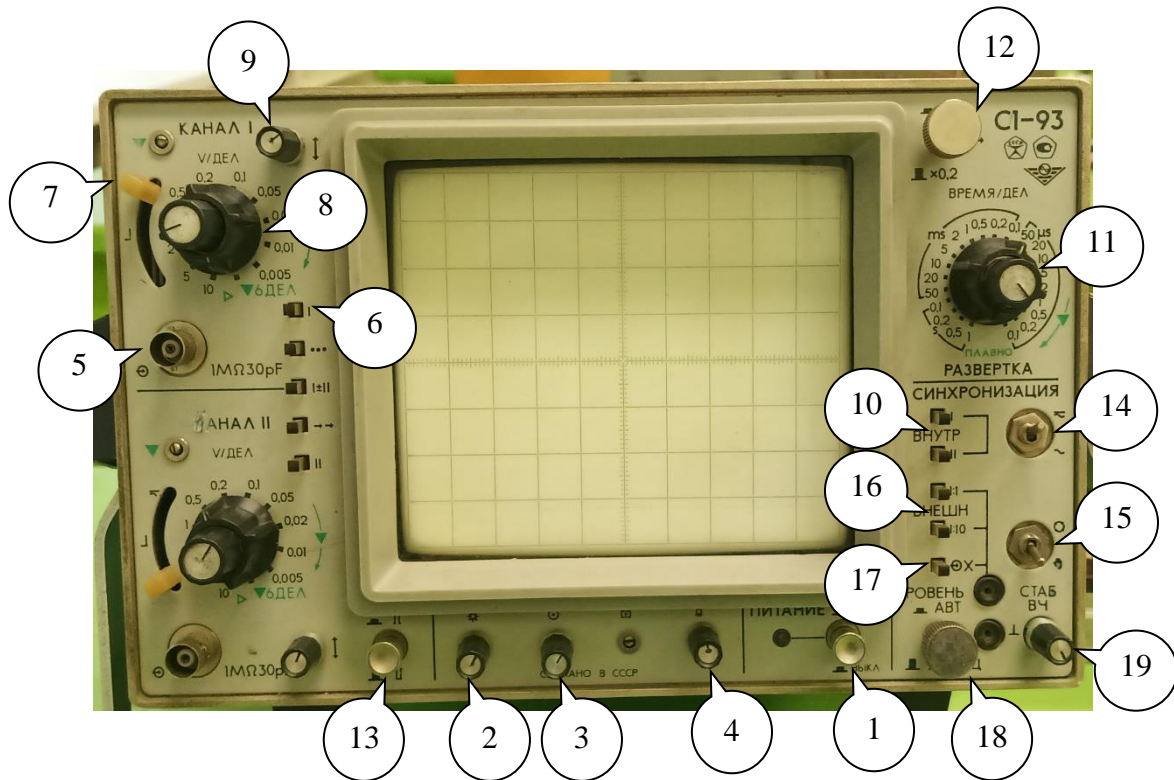

Рис. 8. Изображение передней панели осциллографа C1-93
Расположение органов управления на передней панели осциллографа приведено на рис. 8.
1. Подготовить осциллограф к измерениям. При подключении панели с элементами колебательного контура к каналу I осциллографа (см. рис. 8):